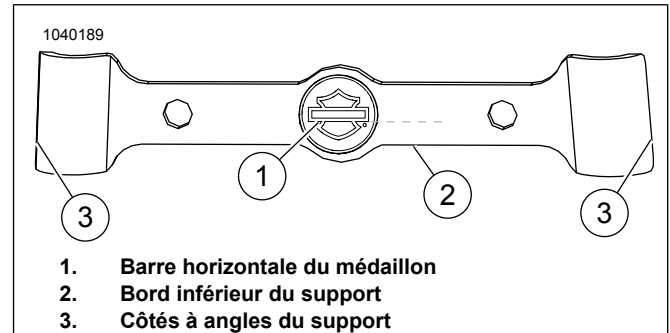
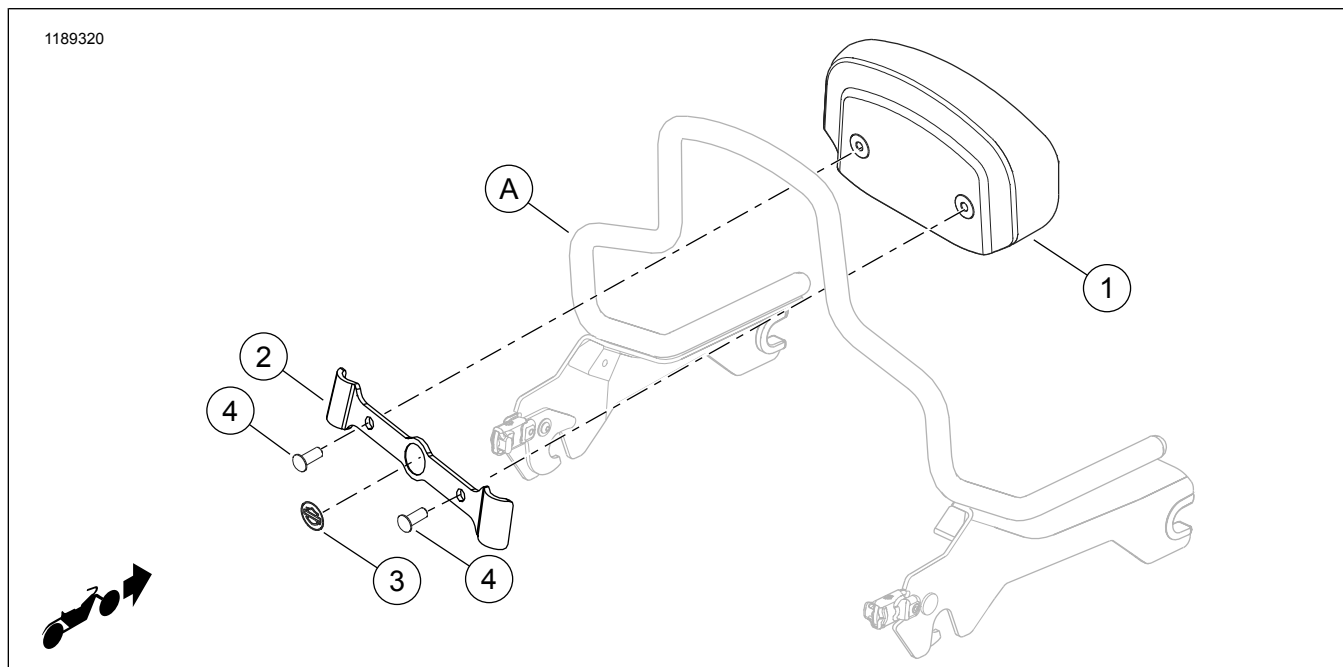

Figure 2. Alignement de médaillon
Figure 3. Pièces de rechange : Kits de coussin de dossier Compact pour Softail
Consultez Figure 3 et Tableau 1 .
Consultez Figure 2 . Les côtés du support (3) ne sont pas symétriques. La largeur de la partie supérieure est inférieure à la largeur de la partie inférieure.
Consultez Figure 2 . Aligner la barre horizontale (1) sur le médaillon avec le bord inférieur (2) du support. Les deux doivent être parallèles.
1. Consultez Figure 3 . Si nécessaire, couper le joint en plastique imperméable afin d'empêcher le plastique de se prendre dans les filets des deux vis prédécoupées dans le coussin (1) du dossier.
3. Enlever l'endos adhésif des côtés gauche et droit du support (3).
• Consultez Figure 2 . Les côtés du support (3) ne sont pas symétriques. La largeur de la partie supérieure est inférieure à la largeur de la partie inférieure.
• Utiliser un mélange de 50/50 d'alcool isopropylique et d'eau pour nettoyer minutieusement la surface du montant (A) avant d'installer le support (2). Laissez sécher complètement. Installer à température ambiante. 10–32 °C (50–90 °F)
5. Positionner le support (2) l'appuyer fermement sur la Sissybar.
6. Consultez Figure 3 . Insérer une vis (4) du kit à travers le support (2), et la visser soigneusement de 4 à 5 tours dans le trou d'accouplement du coussin du dossier. Répéter l'opération avec l'autre vis. **NE PAS serrer de vis tant que les deux vis n'ont pas toutes été d'abord vissées.**